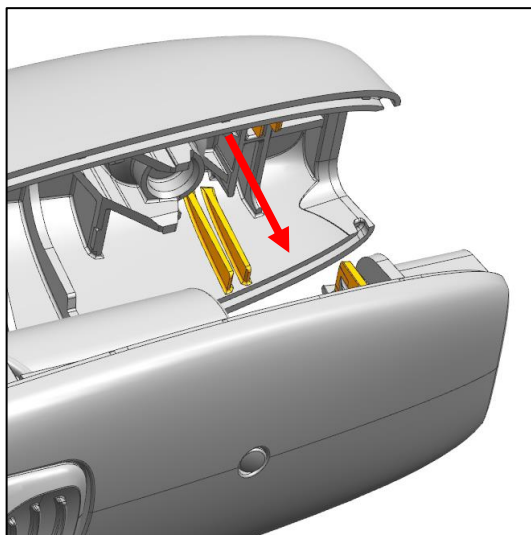
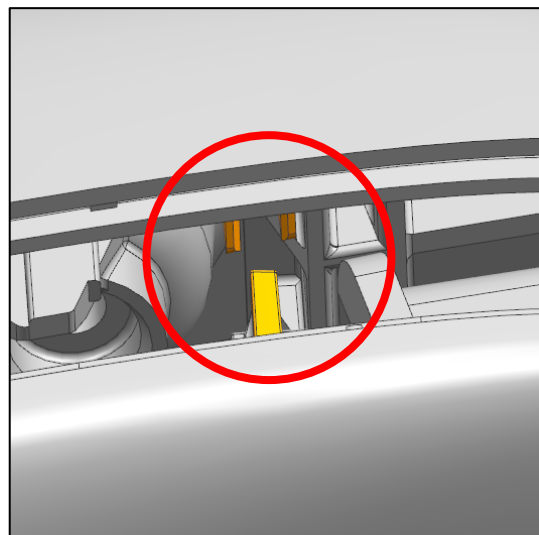

Abb. 25
Abb. 26
- b) Achtung: Die Positionierrippen im hinteren Bereich der Gehäuseteile müssen ineinander finden (Abb. 25, Abb. 26)